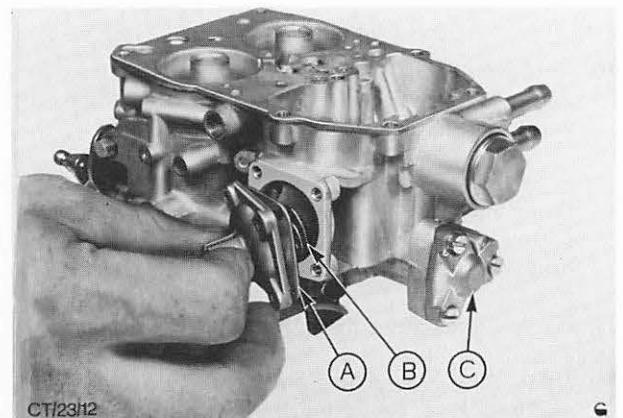

Abb. 89 Einzelteile der Beschleunigerpumpe ausbauen
5. Schrauben (4) vom Beschleunigerpumpendeckel entfernen, Deckel abnehmen, Pumpenmembrane und Membran-Rückdruckfeder herausnehmen. Darauf achten, daß die Feder nicht verlorengeht. Abb. 89.
6. Schrauben (3) der Anreicherungsventil-Membran-einheit entfernen und Membraneinheit abnehmen. Abb. 89.